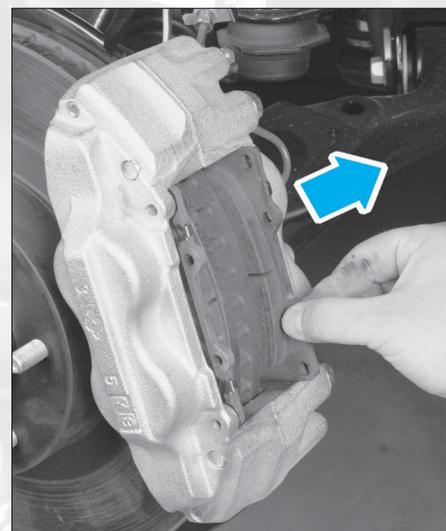

FIG. 10
- Déposer les plaquettes du support d'étrier et les agrafes de guidage (fig. 10).